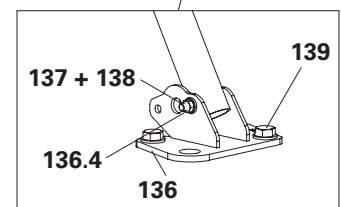

Fig. A15.04c
4. Inserire il tubo interno (135.2) con vite (137) e dado (138) nel foro posteriore (136.4) della piastra di base. (Fig. A15.04c)
5. Montare la piastra di base EWB (136) alla struttura sottostante.